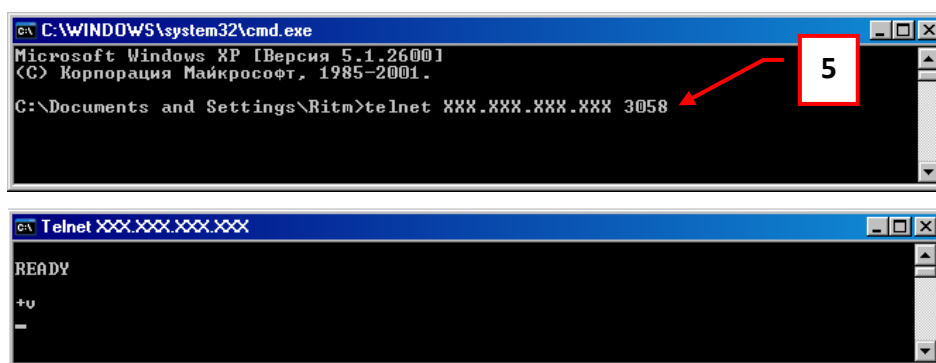
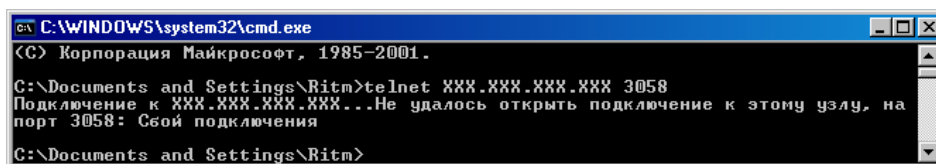

Рис.3.4.2. Проверка порта TCP 3058
Рис.3.4.3. Сбой подключения на порт TCP 3058
5. Ввести telnet XXX.XXX.XXX.XXX 3058, где 3058 – порт TCP, по которому будет производиться обмен данными, а вместо «иксов» должен быть введен внешний статический адрес сервера, и нажать «Enter» (см. рис. 3.4.2.).
Если появилась надпись «READY», как показано на рис. 3.4.2., порт 3058 открыт. Если появилась надпись «Сбой подключения», порт 3058 закрыт (рис. 3.4.3).